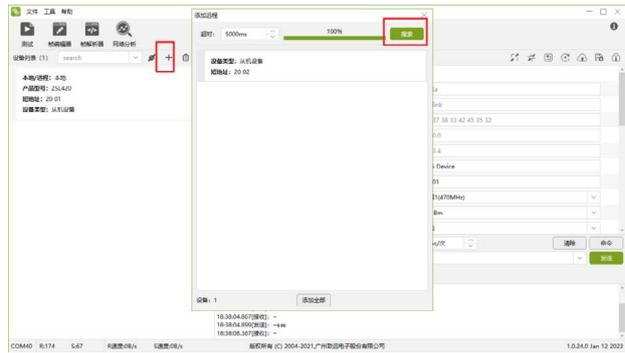

图7
4.1 通过以上数据透传的配置步骤后，此时可以在无线配置工具页面点击【添加远程设备】，在弹出的搜索设备对话框里填入搜索的超时时间，点击【搜索】按钮，便可以搜索到 EPCM3568A-LI 这个设备节点，如图7所示。